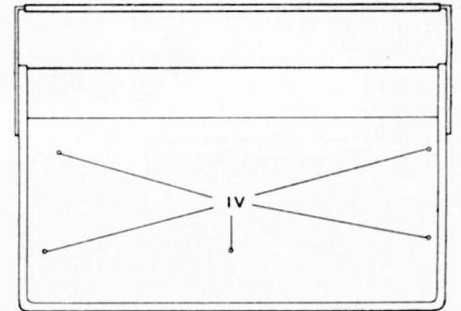

Fig. 2
- Dévisser les 5 vis de fixation (IV) du châssis. (fig. 2)